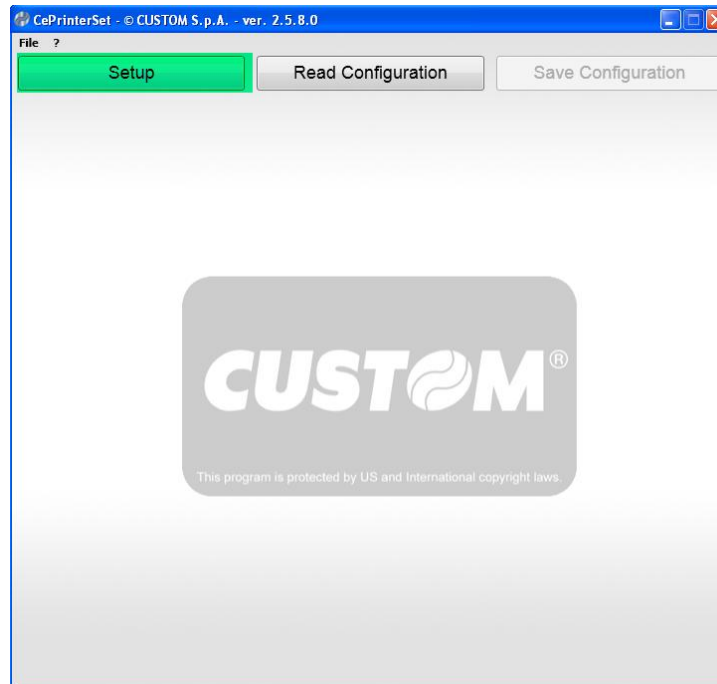

Рисунок 12 – Диалоговое окно программы CePrinterSet.
1.3.12 Откроется диалоговое окно программы (см. Рисунок 12)